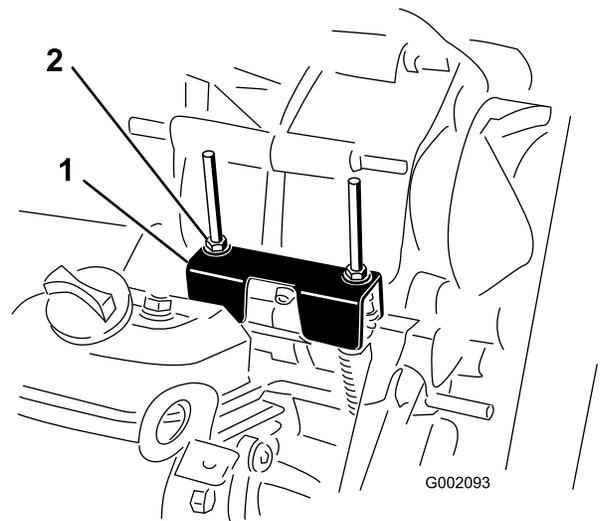

图 64
当执行日常维护和/或发动机诊断时驱动桥必须换入空档图 64。机器的变速杆上有一个空档位置用于控制驱动桥中的空档。应采取以下步骤确保空档变速杆正确操作驱动桥空档
- 旋转驱动离合器确保空档支架位于空档位置与变速杆支架下的电缆安装支架持平图 64。
- 旋转其中一个锁紧螺母图 64 使螺母/垫圈与空档支架之间留有 0.7621.524mm 的空隙。